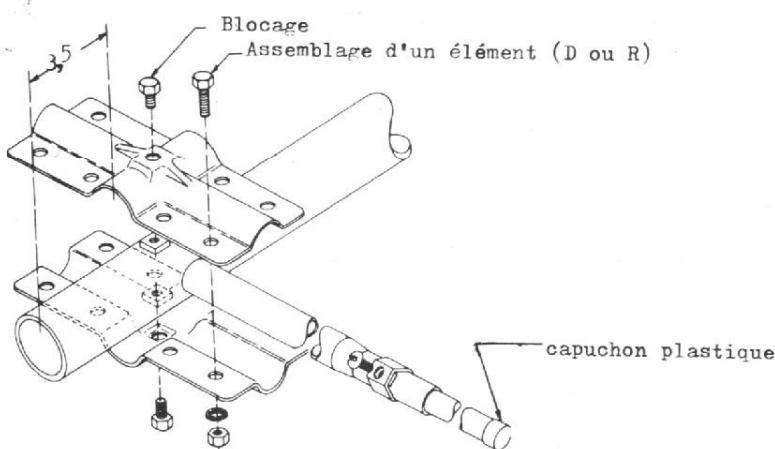
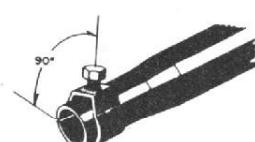

Fig. 3. – Montage d'un élément.
Fig. 4. – Détail d'un raccord par collier.
mité de la partie du boom percée de 3 trous de fixation. Le bord de la pièce se trouve à 3,5 cm de l'extrémité du boom qui sera coiffée d'un capuchon de plastique. De part et d'autre, et enfoncés dans le logement qui leur est réservé, nous fixons alors deux tubes de 22 mm et 1,83 m, ainsi que le montre la figure 3, après avoir pris la précaution d'introduire, dans leur logement, la vis de blocage et l'écrou carré correspondant, sans la bloquer, toutefois. On choisira alors, dans le matériel, les deux trappes référencées 10 R et on les introduira de part et d'autre en les fixant en place au moyen de colliers prévus à cet effet, en s'inspirant pour leur serrage de la figure 4 qui s'applique toutes les fois que l'on a à raccorder fermement deux tubes coulissants. C'est à ce moment là que le choix devra être effectué quant au mode de fonctionnement : téléphonie ou télégraphie (CW). En effet, par convention, le trafic en télégraphie s'effectue, en principe, dans la plage des fréquences les plus basses de chaque bande (14 à 14,1 MHz - 21 à 21,1 MHz - 28 à 28,1 MHz). C'est en tout cas là qu'il faut chercher le DX rare en CW. A